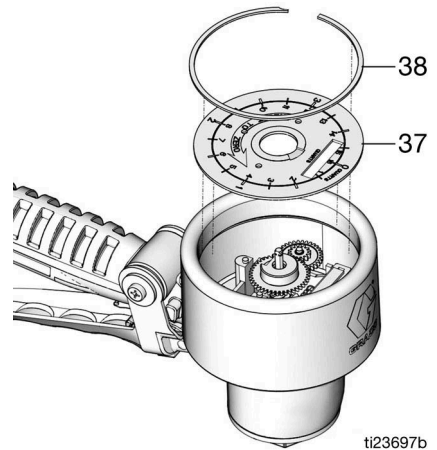

FIG. 22
3. Installer le cadran (37) et le grand anneau de retenue (38) (FIG. 22).